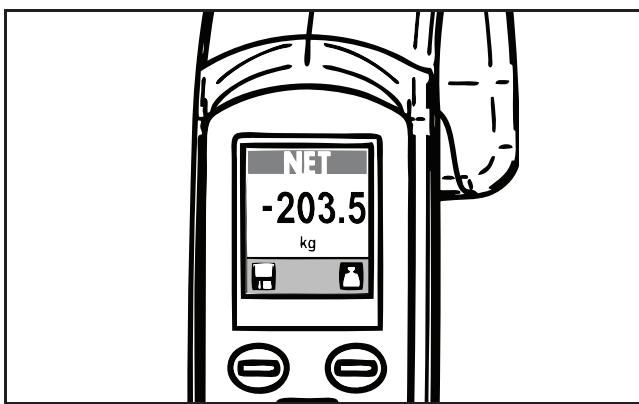

Рис. 60
- Если стропа уже была установлена на крановой балке на момент включения, подъемник MAXI MOVE будет автоматически выставлен на ноль с учетом веса стропы (см. рис. 60).